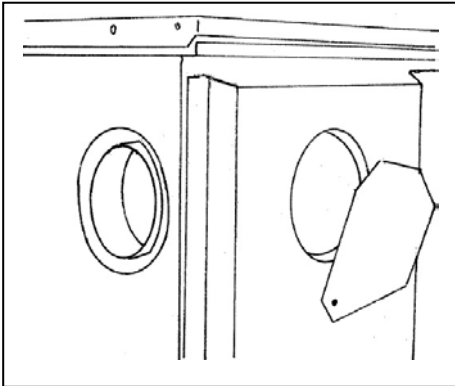

Bild 12
- Lochabdeckung am Strahlschutzblech um 180° nach oben drehen und mit Schraube sichern (Bild 12).